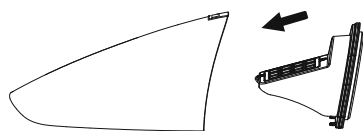

Fig. 12
5. Reinserire il filtro nel contenitore raccogliipolvere (fig. 12).